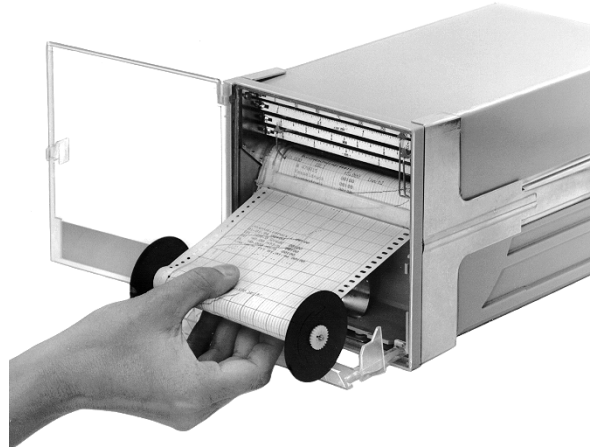

Bild 10 Registrierpapier entnehmen
2.1 Registrierpapier entnehmen (siehe Bild 10)